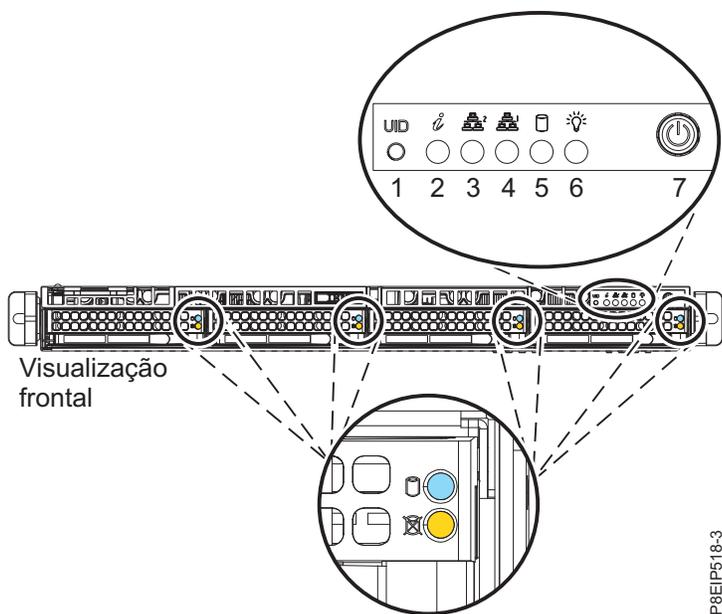
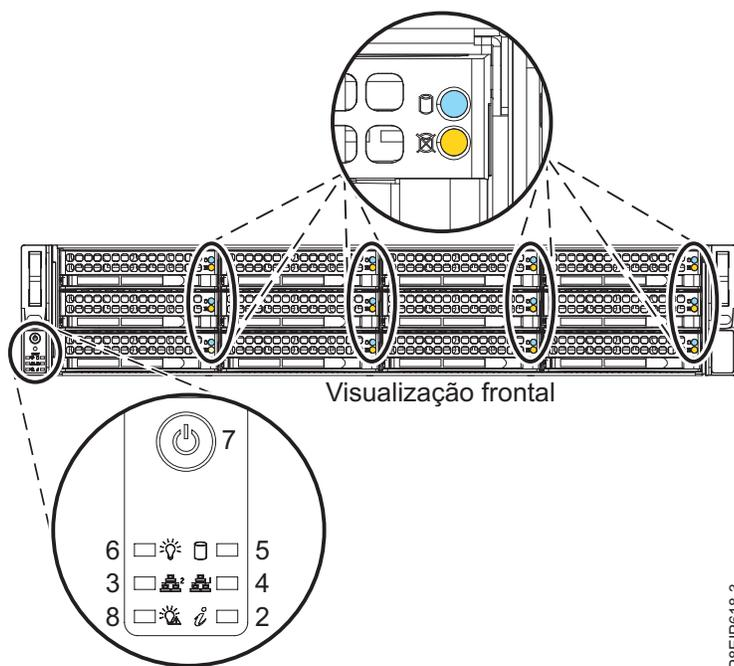

Figura 91. Comutador de energia para o 8001-12C
Figura 92. Comutador de energia para o 8001-22C
2. Pressione o botão power (7) mostrado na Figura 91 na página 84 ou Figura 92 na página 84. Você pode ter que pressionar o comutador por 0,5 a 3 segundos.